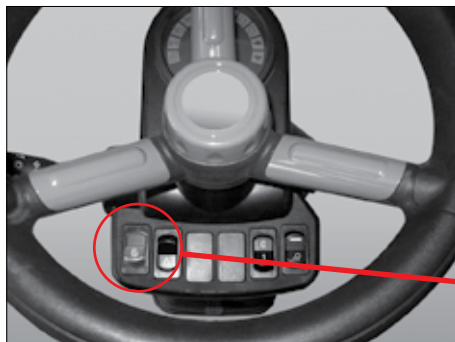

Fig. 46
- Flyt styrehåndtaget til den ekstra hydraulik til højre (R):
- Hold kontakten pos. 2 (Fig. 46) trykket ind, og flyt styrehåndtaget til den ekstra hydraulik til venstre (L):
- Flyt styrehåndtaget til den ekstra hydraulik til venstre (L):
- Kontrollér altid, at låseboltene (Fig. 46 + 48) er låst korrekt.